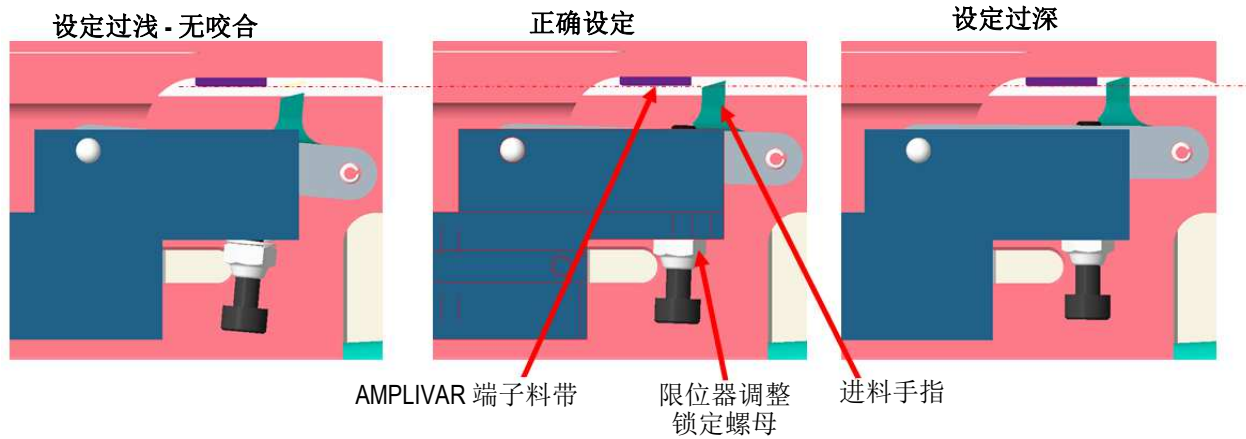

图 18
2. 装载端子料带，直到与进料手指接触。切勿使料带超过进料手指（参见图 18）。
3. 调节扭矩锁定六角螺母 (986965-7) 直至进料手指完成调整（参见图 18）。
阻力片必须对端子料带施加足够的压力，防止进料手指缩回至下一个进料点时将料带拖回。必要时按以下方式调整（参见图 18）：
3. 旋转调整轮 (2161481-1) 至与待处理的端子相适应的“L”尺寸（参见图 18）。关于 AMPLIVAR 端子的“L”尺寸，参见图纸 2161490。